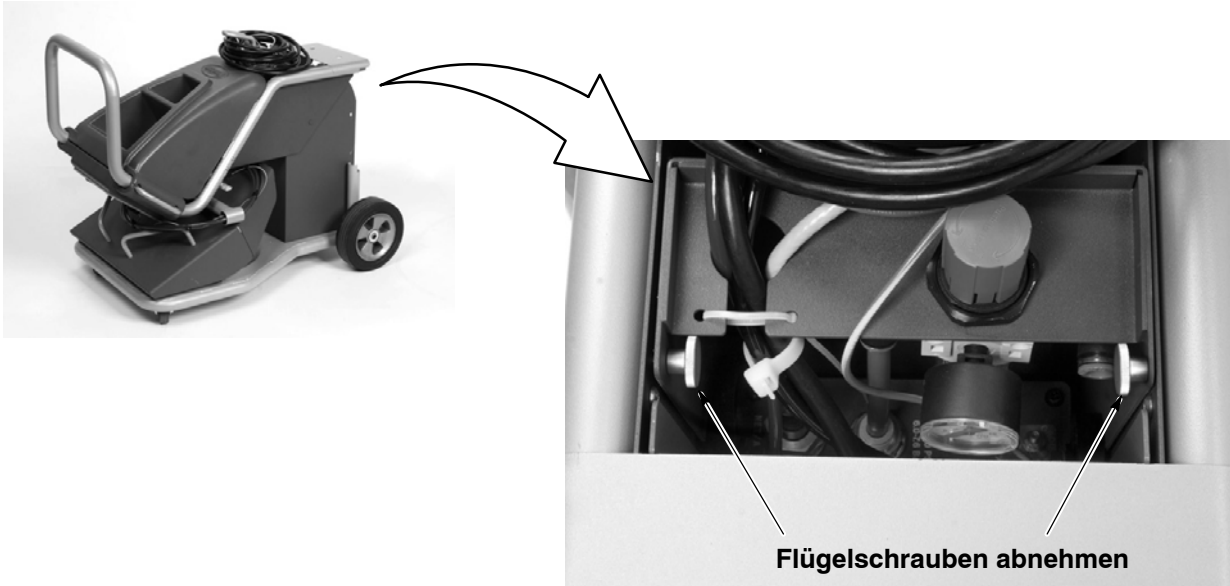

Abb. 2-4 Vorbereitung zum Aufklappen des Wagengriffs (Abb.: Vib.-Kartontleerersystem)
1. Siehe Abbildung 2-4. Das Gehäuse des Spannungsversorgungsmoduls befindet sich an der Rückseite des Wagens. Die beiden Flügelschrauben an den Gehäuseseiten abnehmen, um den Griff aus der Basis zu lösen. Die Schrauben aufbewahren, um den Griff in Schritt 3 zu befestigen.